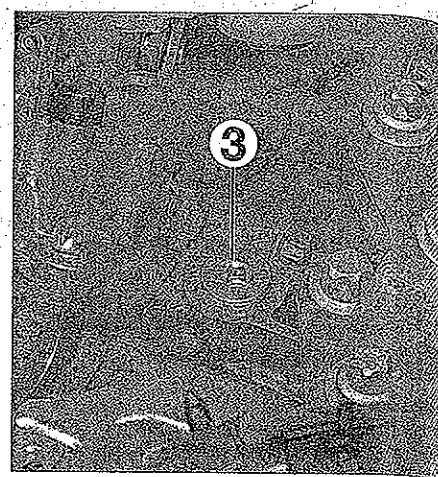

FIG. 10
- Desmontar el tapón de llenado (3) (fig. 10).